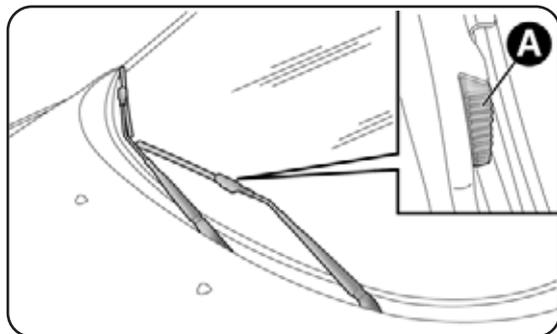

fig. 8
- pressionar as linguetas (uma por cada lado) A-fig. 8 da mola de fixação e extrair a escova do braço;